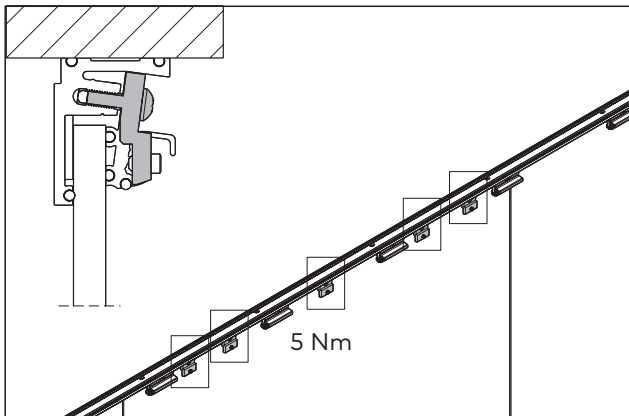

Abb. 9 Die Oberlicht-Klemmstücke verteilen und befestigen
6. Zusätzlich die 5 Oberlicht-Klemmstücke gleichmäßig verteilen und befestigen (Abb. 9).